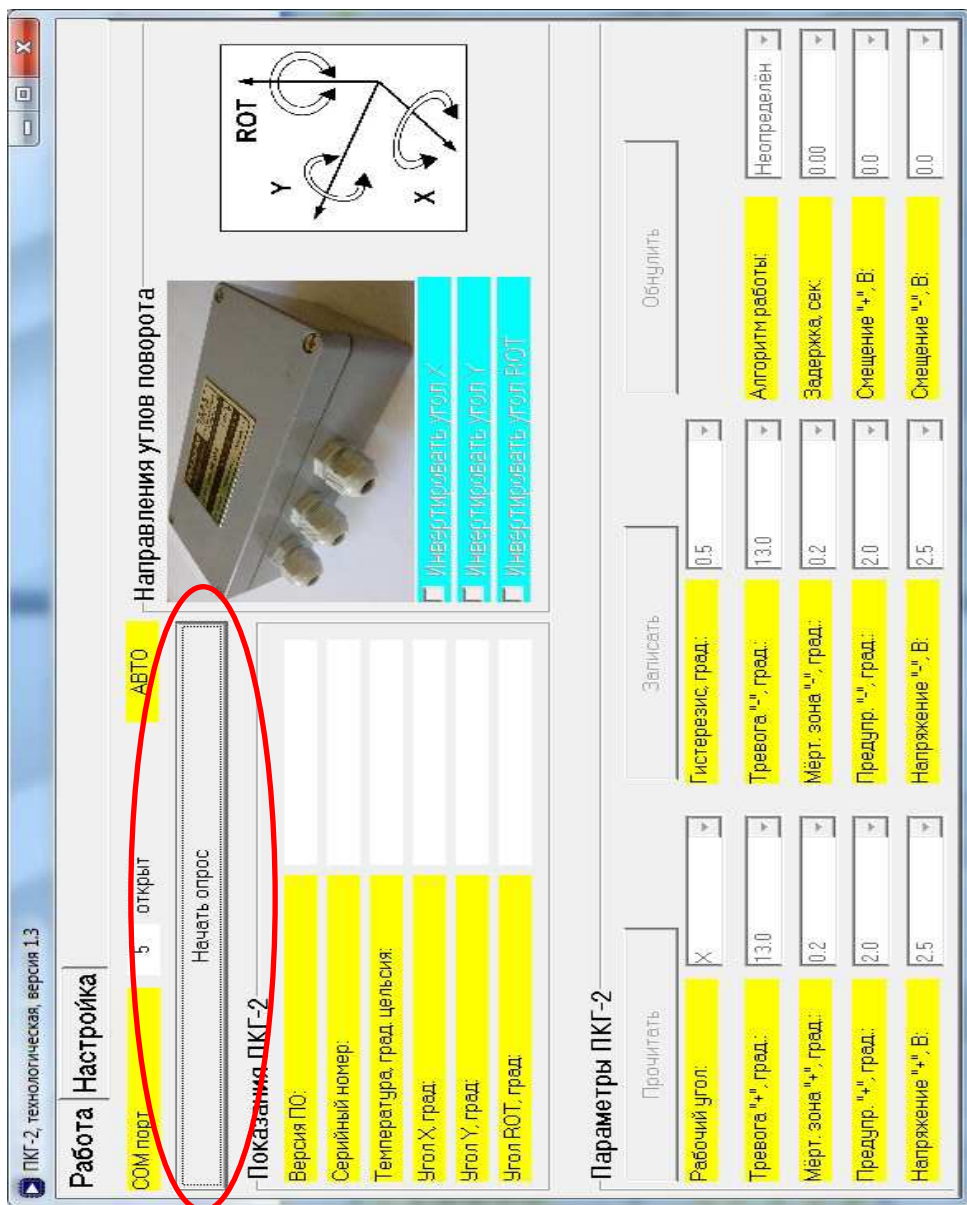

Рис. 9.2. Вид закладки «Работа» программы «PKG_2».
9.2.7. Вид закладки «Работа» приведён на Рис. 9.2.